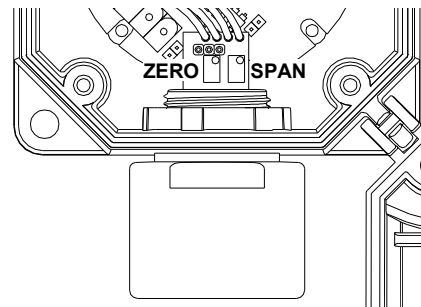

Fig. 9a: Posizione dei controlli di Zero e Span sul sensore per gas Combustibili.
- Con il trasmettitore in aria pulita, ruotare il trimmer 'ZERO' (vedi Fig. 9a) in senso antiorario fino a che la corrente si ferma ad un valore minimo (circa 4.00mA), poi girare il trimmer in senso orario fino ad avere un leggero aumento del valore (es: 4.10mA), poi girare lentamente il trimmer in senso antiorario fino a portare la corrente quanto più possibile vicino al valore minimo (es: 4.00mA) senza oltrepassare questo valore.